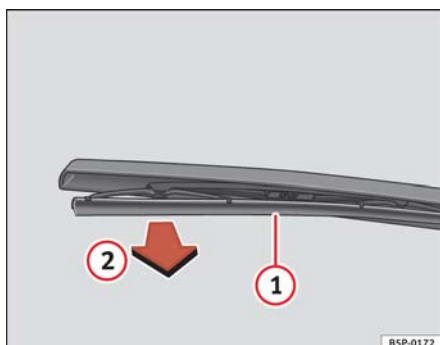

Fig. 150 Cambio de la escobilla del limpiaventana
- Separe el brazo del limpiaventana de la luneta ⇒ **fig. 150**
- Desenclipe la escobilla ① y tire de ella ②. ⇒ **fig. 150**